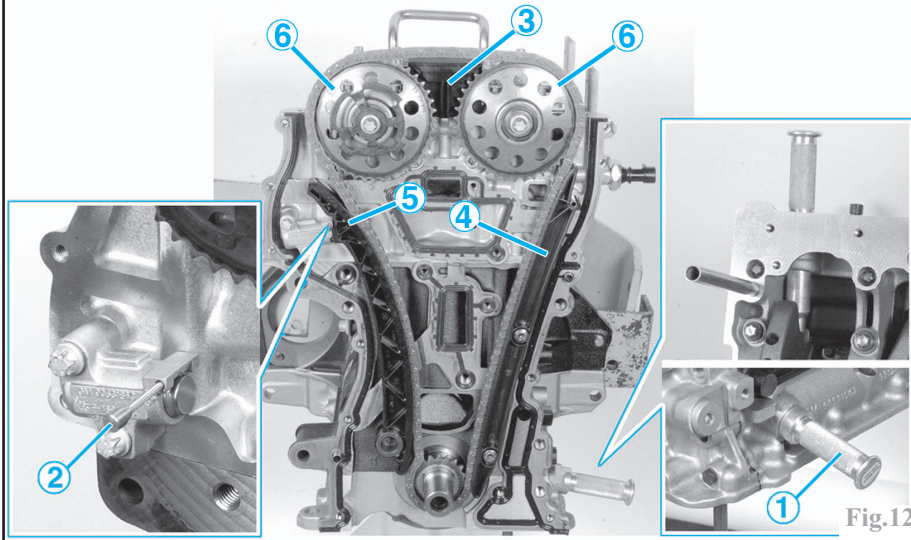

Fig.12
Décompresser le tendeur de chaîne de distribution puis l'immobiliser à l'aide de l'outil KM-955-1 (2) (cote : Ø de 2 mm et de longueur 44 mm) (Fig.12).
Déposer le guide chaîne (3), les rails de guidage (4) et de serrage (5) et les pignons d'arbres à cames (6) (Fig.12).
Immobiliser le tendeur de chaîne à l'aide de l'outil **KM-955-1** (2) (cote : Ø de 2 mm et de longueur 44 mm) (Fig.12). Pour cela tendre l'arbre à cames d'admission par l'hexagone avec une clé à fourche dans le sens de rotation du moteur.
Reposer l'outil **KM-952** (1) (Fig.12).
Déposer la pige **KM-955-1** (2) du tendeur de chaîne (Fig.12).